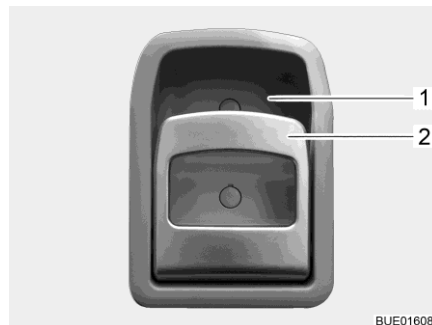

Fig. 73 Cerradura de la puerta
- Tirar del tirador (Fig. 73,2). Se desbloqueará o bien abrirá la cerradura de la puerta.
- Presionar la parte superior del tirador (Fig. 73,2) hacia el alojamiento del tirador (Fig. 73,1). Se bloqueará la cerradura de la puerta.